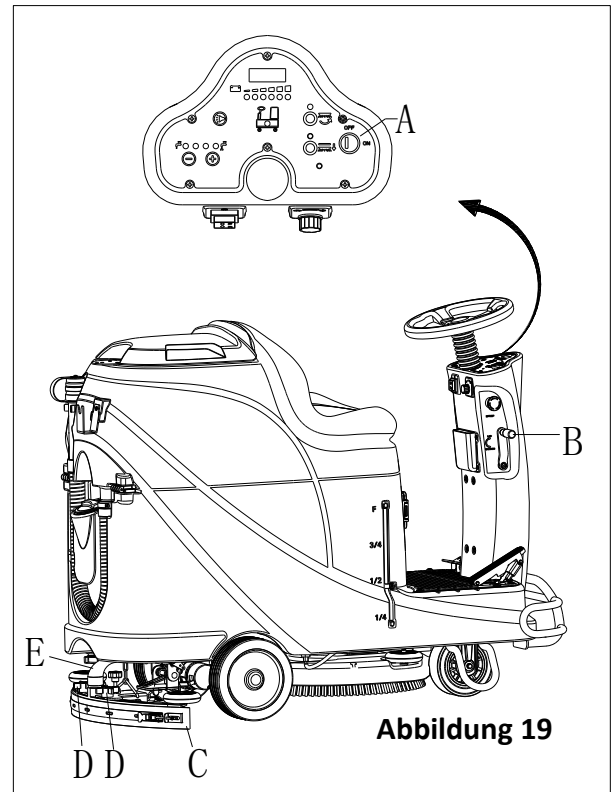
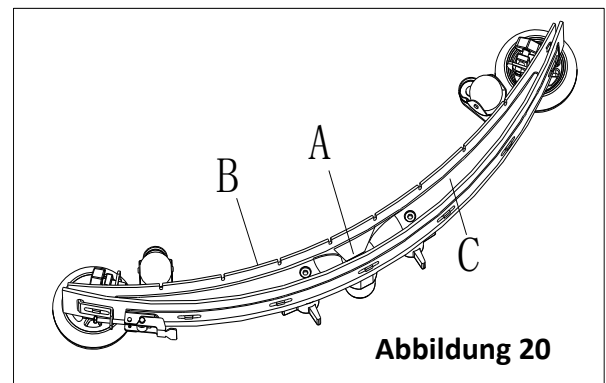

Abbildung 19
Abbildung 20
2. Drehen Sie den Schlüsselschalter (A, Abbildung 19) in die „AUS“ Stellung.
3. Senken Sie das Abziehgummi (B) mit dem Hebel (C).
4. Lösen Sie die Knöpfe (D) und entfernen Sie das Abziehgummi.
5. Trennen Sie den Vakuumschlauch (E) vom Abziehgummi.
6. Säubern Sie die Stahl- oder Aluminiumaufnahme des Abziehgummis, besonders die Bereiche (A, Abbildung 20) und die Löcher (B). Prüfen Sie den Zustand, auf Schnitte oder Risse des vorderen Blatts (B) und des hinteren Blatts (C), falls notwendig verfahren Sie mit dem Austausch entsprechend dem folgenden Abschnitt.